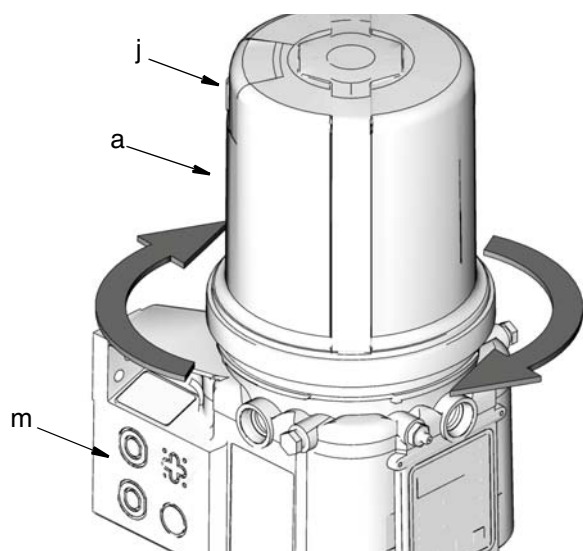

ABB. 17
2. Installieren Sie den Speicherbehälter (a) so, dass die Entlüftungsöffnung (j) an der G3-Basis nach hinten links (m) gewandt ist. Siehe ABB. 17 zur korrekten Ausrichtung dieser Teile, um sicherzustellen, dass die Installation sachgerecht erfolgt.